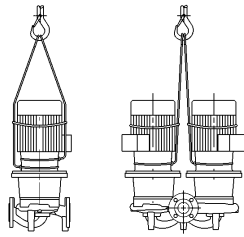

Fig. 5: Aplicação dos cabos de transporte
- Os olhais de transporte no motor destinam-se apenas à condução na elevação de carga (Fig. 5).